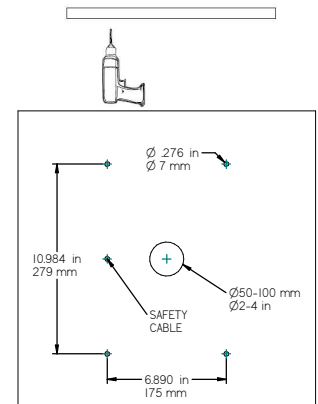

FIGURE 2
- Percez des trous dans le plafond selon le modèle illustré (vous pouvez utiliser le luminaire lui-même comme modèle pour les trous de montage) (Fig. 2)